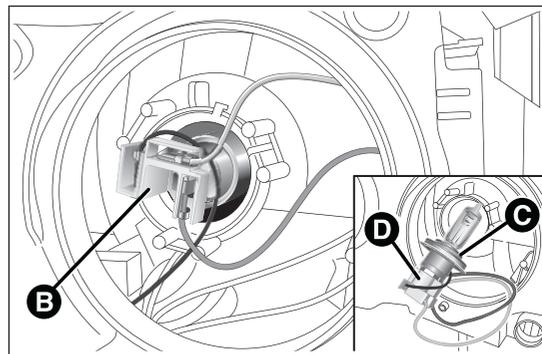

fig. 123
- pousser vers le bas l'ensemble connecteur + douille B fig. 123 ;